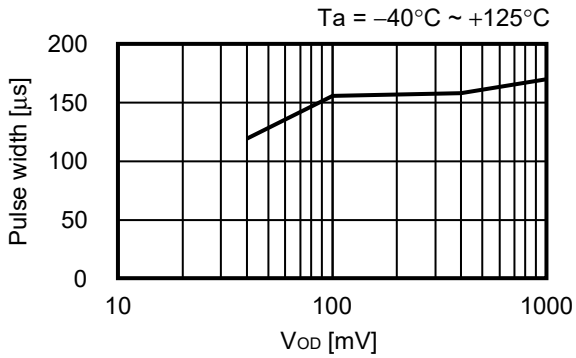

图45 VDD检测产品
在解除状态下将检测电压 ( $-V_{DET}$ ) 以下的脉冲输入到VDD端子 (VDD检测产品) 或SENSE端子 (SENSE检测产品) 时, 可保持解除状态的脉冲幅度和脉冲电压差 ( $V_{OD}$ ) 的关系如图45、图46所示。
**注意** 图45、图46表示可保持解除状态的脉冲条件。如果将与上述条件相比脉冲幅度及 $V_{OD}$ 更大的脉冲输入到VDD端子 (VDD检测产品) 或SENSE端子 (SENSE检测产品), OUT端子可能会进入检测状态。